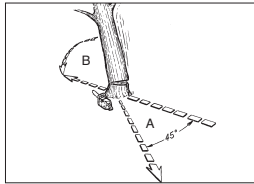

Abb. 12
ACHTUNG: Vor dem Schneiden sollte ein Rückzugspfad (A) geplant und freigelegt werden. Der Rückzugspfad sollte nach hinten und diagonal zur Rückseite der erwarteten Fallrichtung verlaufen, wie in Abb. 12 dargestellt ist.
ACHTUNG: Wenn der Fällschnitt sich dem Ankerpunkt nähert, beginnt der Baum zu fallen. Sobald der Baum zu fallen beginnt, ziehen Sie die Säge aus dem Schnitt heraus, stoppen Sie den Motor, legen Sie die Kettensäge ab und verlassen Sie den Bereich über den Rückzugsfad (Abb. 12).